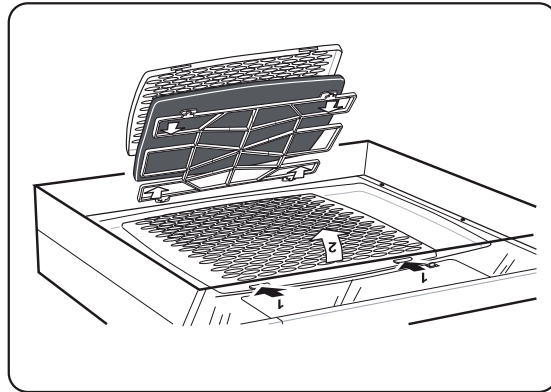

Abb. 1
3. Die Schrauben der Seitenplatte lösen und Blech abnehmen (Abb. 1).
Die Dunstabzugshaube wird mit einem feuchten Tuch und einer milden Reinigungslösung gereinigt. Bei normalem Gebrauch sollte der Fettfilter ca. alle zwei (2) Wochen gereinigt werden. Lösen Sie die Filterkassette durch Drücken auf den Druckverschluss am vorderen Rand der Kassette und nehmen Sie den Filterträger und das Flies durch Öffnen der Halterung heraus, Abb. 1. Tauchen Sie Filterfließ und -träger in spülmittelhaltiges warmes Wasser. Beides kann auch in der Geschirrspülmaschine gereinigt werden. Es wird empfohlen, die Dunstabzugshaube mehrere Male im Jahr zu reinigen. Verwenden Sie dafür ein feuchtes Tuch und Geschirrspülmittel. Nach Abschluss der Reinigung die Filterkassette wieder einsetzen und nach oben drücken, bis der Druckverschluss einrastet.
Der Anschlussstutzen befindet sich bei Lieferung im Inneren der Dunstabzugshaube. Der Stellhebel A der Rückstauklappe wird durch die Öffnung im Boden in das Gehäuse gebracht, Abb. 1. Kontrollieren Sie, dass sich die Verriegelungskralle B unter dem Blechrand befinden. Der Anschlussstutzen rastet ein.